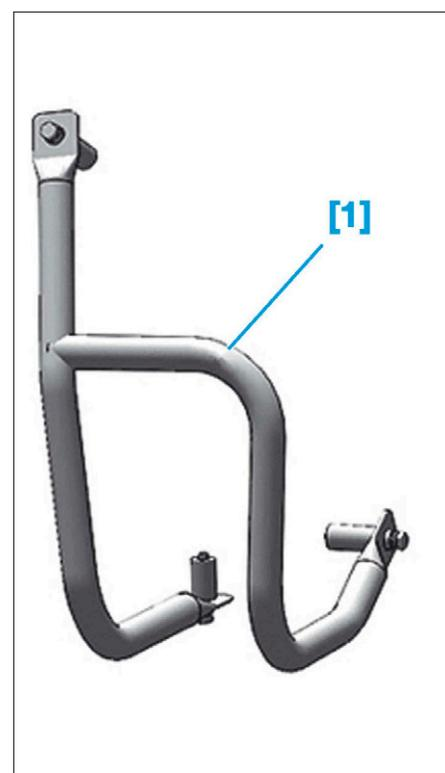

FIG. 3
- [1]. Poignée de maintien (réf. 0346) (Fig.3).